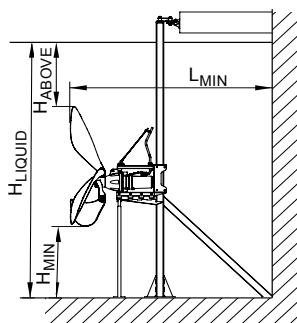

Рис. 8 Схема монтажа образователей потока
- Расстояние между краем лопасти пропеллера и дном резервуара  $H_{MIN}$  (см. рис. 8) должно быть равным 50 см.
- Расстояние от поверхности жидкости до края лопасти пропеллера  $H_{ABOVE}$  (см. рис. 8) должно быть не менее 0,75 диаметра пропеллера.
- Расстояние между краем лопасти пропеллера и поверхностью стены позади образователя потока  $L_{MIN}$  (см. рис. 8) должно быть не менее двух диаметров пропеллера.